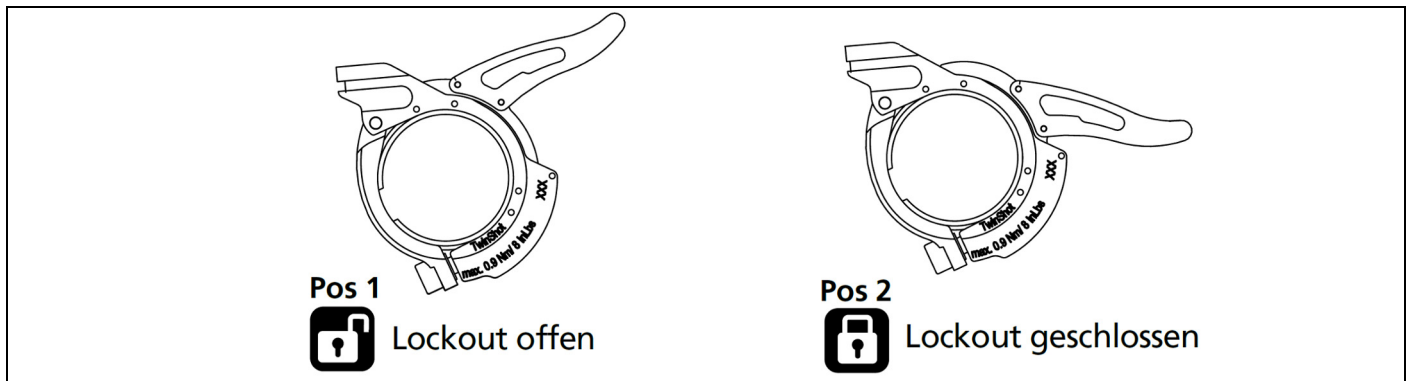
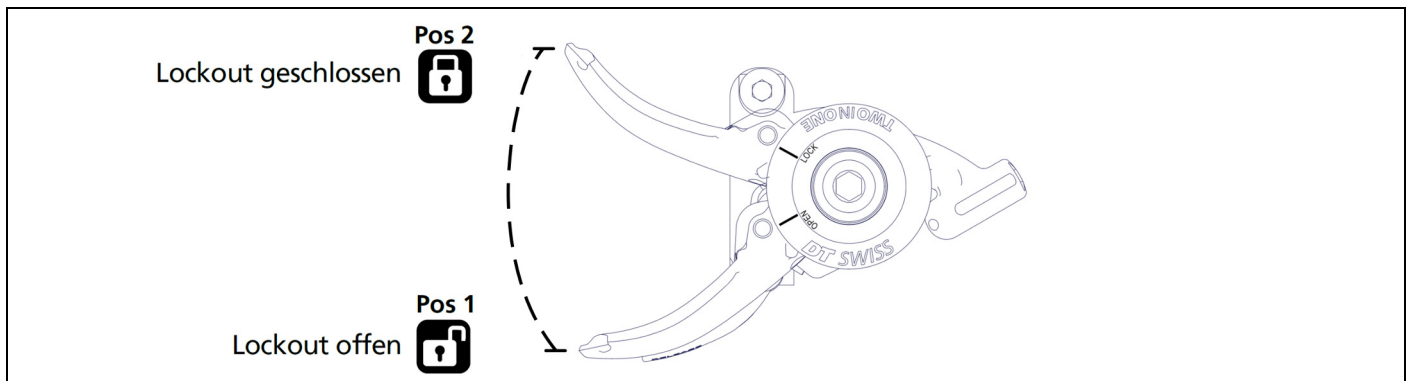

Abbildung 4-2: Lightweight Remote Hebel
Abbildung 4-3: Two In One Remote Hebel
- Remote-Hebel (siehe Abb.4-2, S.24 / Abb.4-3, S.24) in Pos.1 bringen.
Durch Umlegen des Hebels von Pos 1 auf Pos 2 (siehe Abb.4-2, S.24 bzw. Abb.4-3, S.24) wird das Lockout aktiviert.
1. Aktivierung des Lockout: Remote-Hebel in Pos 2 (siehe Abb.4-2, S.24 / Abb.4-3, S.24) drücken.
1. Remote-Hebel in Pos 1 (siehe Abb.4-2, S.24 / Abb.4-3, S.24) drücken.